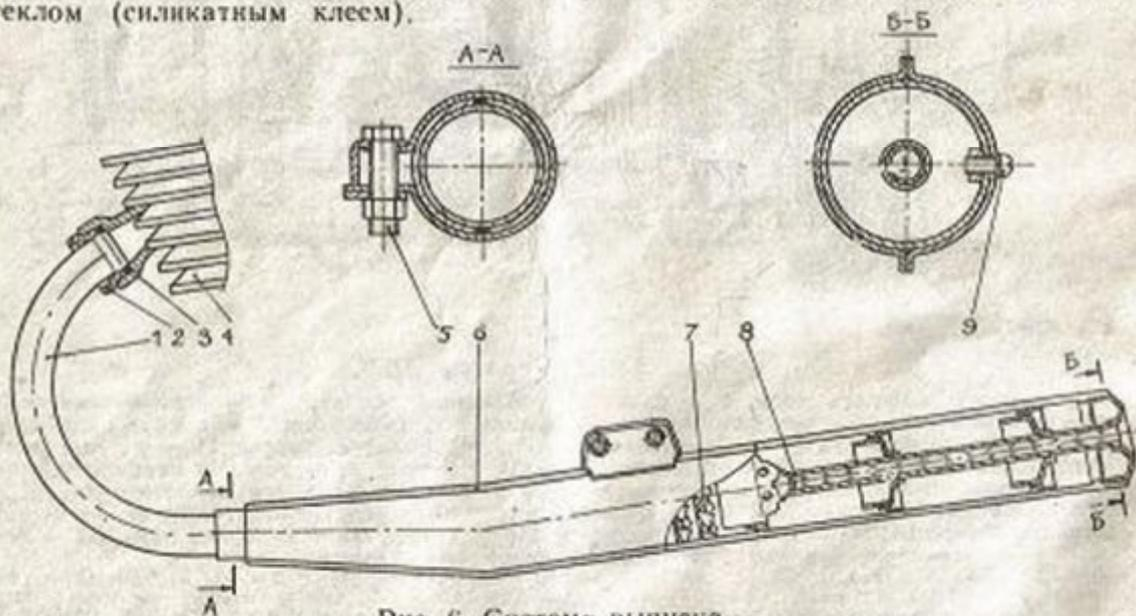

Рис. 6. Система выпуска.
5.1.4. Система выпуска (рис. 6)